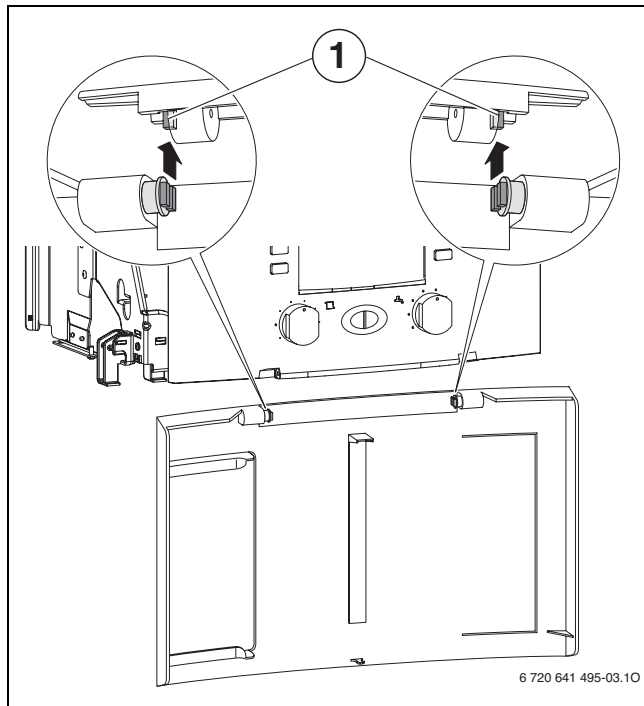

Рис. 10
- ▶ Перевірити напрямок демпфера (1) (→ рис. 10).